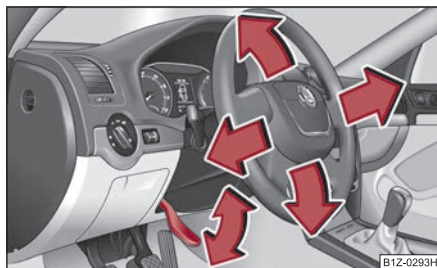

Fig. 144 Volante regulable:
- Gire la palanca situada bajo la columna de dirección ⇒ fig. 144 hacia abajo ⇒ ⚠.